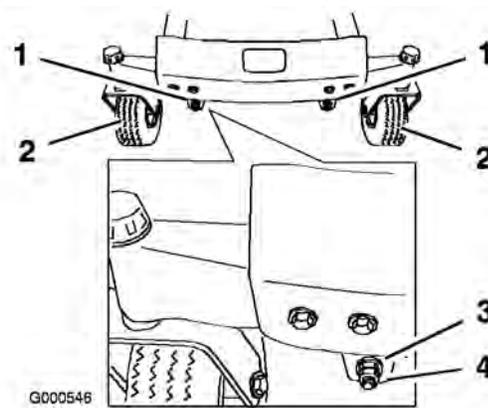
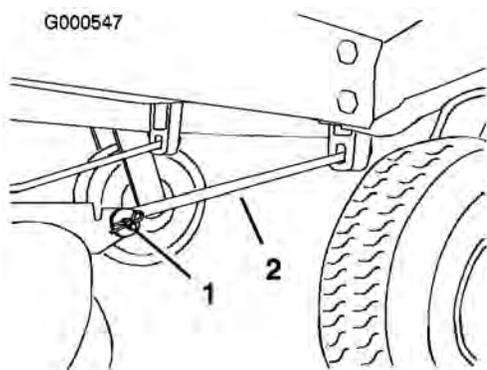

Figure 45
Figure 46
écrous de réglage à l'avant du plateau de coupe (Figure 45).
13. Après avoir réglé uniformément les écrous, contrôlez de nouveau l'inclinaison avant/arrière. Poursuivez le réglage des écrous jusqu'à ce que la pointe avant de lame soit de 1,6 à 7,9 mm (1/16 à 5/16 pouce) plus basse que la pointe arrière (Figure 45).
Remarque: Après avoir réglé les écrous de réglage, vérifiez qu'aucune des tiges de support ne présente de jeu (Figure 46). Serrez l'une ou l'autre pour supprimer le jeu (Figure 45).
- Retirez la goupille fendue et l'axe de chape de la tige de support avant de chaque côté du plateau de coupe (Figure 46).
7. Fixez les tiges de support avant à la machine à l'aide des axes de chape et des goupilles fendues (Figure 46).